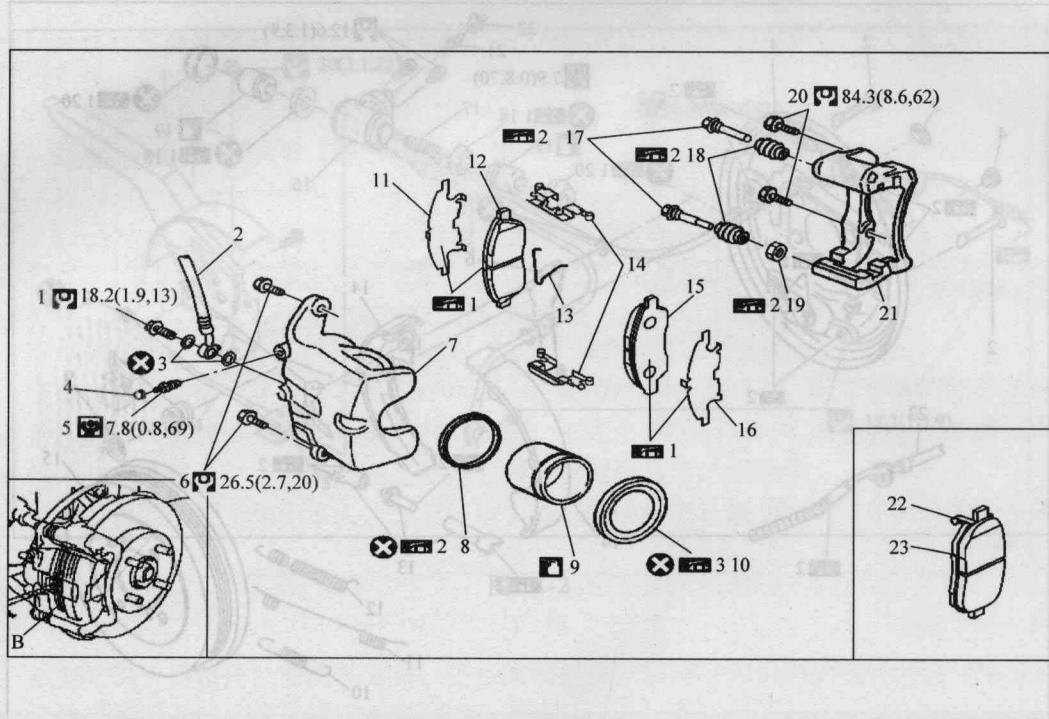

图 1-4
## 6) 制动助力器的结构 (图 1-4)
4) 前轮盘式制动器的结构（图 1-4）。